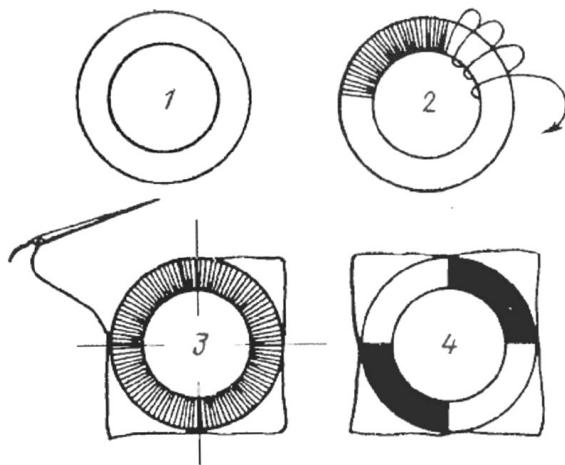

Рис. 6.42. Способ изготовления спасательных кругов для достаточно крупных моделей
**Спасательные круги.** Известно, что спасательные круги на судах наполнены плавучим материалом, обшиты полотном и окрашены в бело-красный или оранжевый цвет. Наружный диаметр круга составляет около 770 мм, внутренний — около 400 мм. К кругу прикреплен канат, за который тонущие могут схватиться. Спасательные круги для моделей можно сделать красивыми, как это показано на рис. 6.42. Сперва из картона, толщина которого будет зависеть от величины выполняемой модели, вырезают кольцо и плотно обвивают его нитью. Обив кольцо полностью, вставляют в иглу более толстую нить и прошивают ею кольцо в четырех местах. Затем раскрашивают его в указанные выше цвета масляной или нитрокраской и получают спасательный круг — весьма красочный элемент модели.